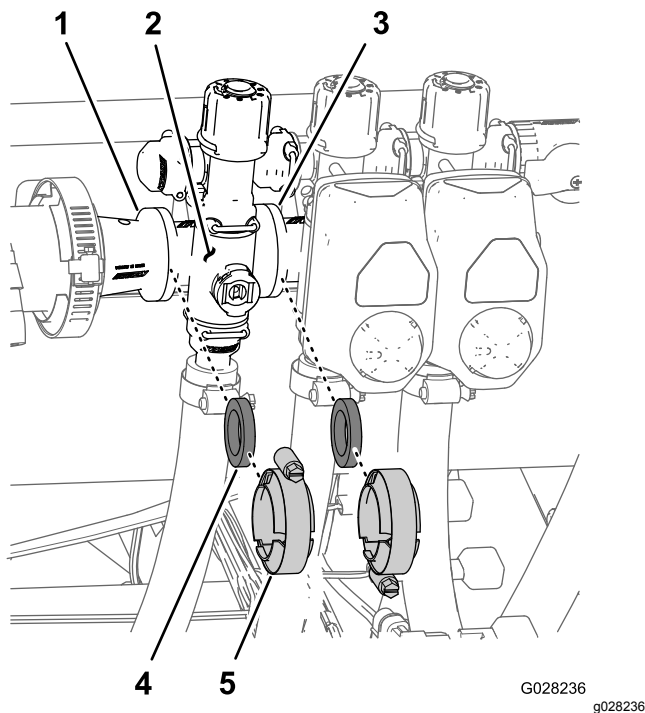

Figure 99
1. Déposez les colliers et les joints qui fixent le collecteur de la vanne de section à la vanne de section adjacente (s'il s'agit de la gauche, vanne de section et accouplement réducteur), comme montré à la Figure 99.